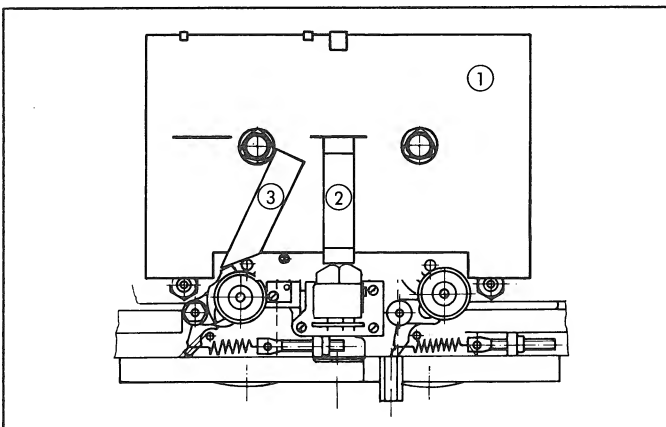
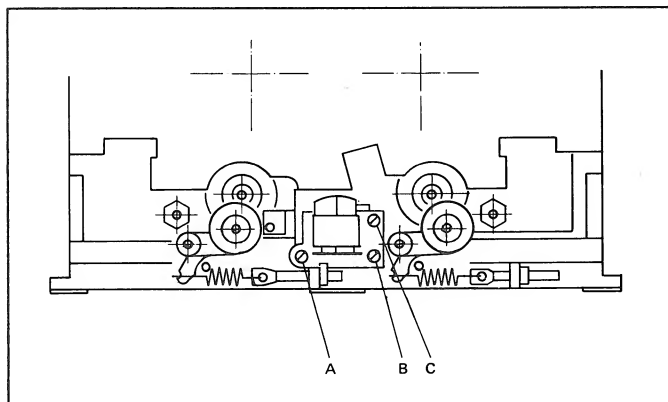

Fig. 3.5
Fig. 3.8
- Mettre en place le calibre de réglage de la tête magnétique (No de commande 46172) [1] (Fig. 3.5)
- Placer le pied à coulisse pour la profondeur de plongée [2] avec son extrémité à angle droit centre les têtes magnétiques (Voir Fig. 3.5)
- La hauteur doit être réglée à l'aide des vis [B] et [C] de façon que lorsque le calibre est mis en place la coulisse [2] puisse être glissée au travers du guidage de bande (à droite de la tête magnétique) sans effleurer latéralement (Fig. 3.5).
- Le portique des têtes magnétiques doit être réglé à l'aide de la vis [B] (Fig. 3.8) de façon que la tête magnétique se trouve à hauteur de la fente à angle droit avec le calibre du support de tête. (Ceci peut être contrôlé à l'aide du pied à coulisse [2] (Fig. 3.5). Lorsque le côté fraisé se trouve contre la tête de lecture, le jeu entre la tête et le pied à coulisse doit être parallèle).
- Mettre en place le calibre de réglage tête magnétique (No de commande 46172) [1] (Fig. 3.5)